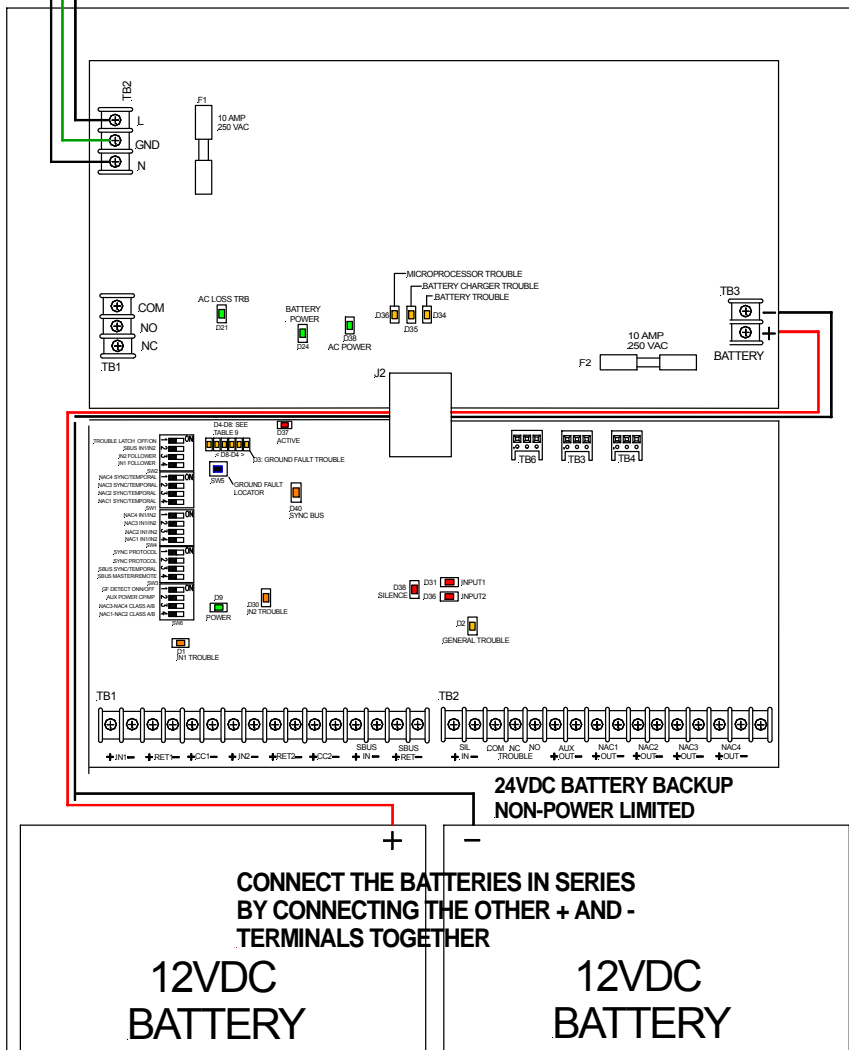
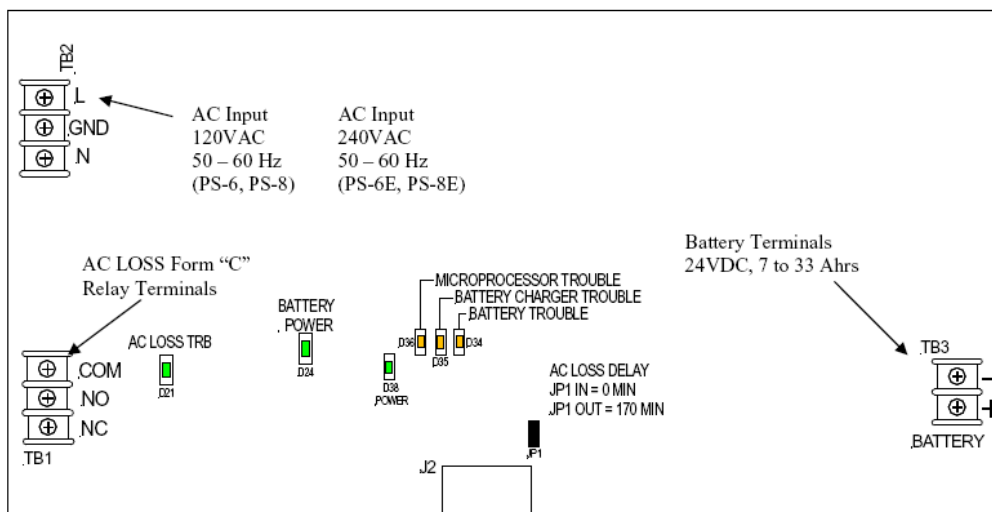
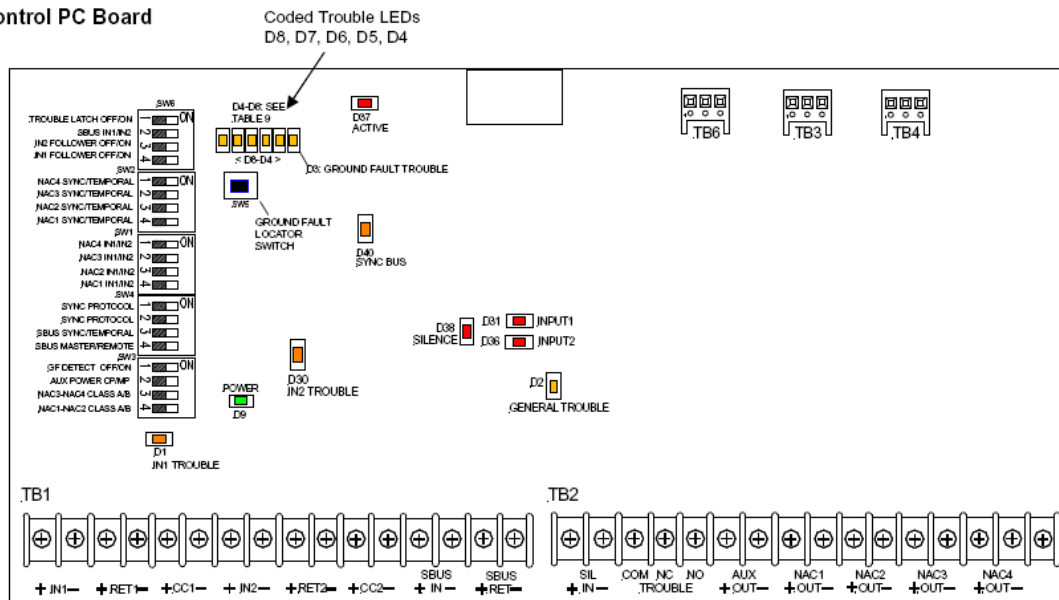
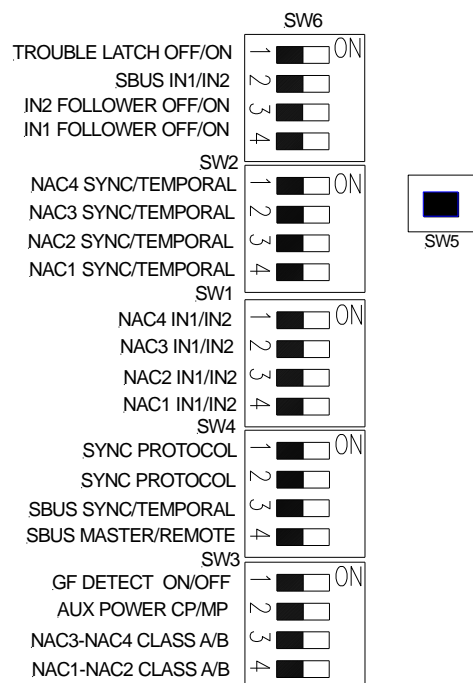

Рис.3: Размещение электропроводок основного и резервного питания
Рис. 4: Печатная плата модуля питания/зарядного устройства
Рис.5: Общий вид печатной платы контроллера
Рис. 6: Переключатели на печатной плате контроллера
Установите переключатели и подключите внешние электропроводки к прибору. Расположение разъемов на плате модуля питания/зарядного устройства показано на Рис.3 и Рис.4. Расположение разъемов на плате печатной плате контроллера показано на Рис.5.
| Обозначение (Рис. 6) | Идентифицирующая надпись | Функция/Описание |
| Обозначение разъема (Рис. 6) | Идентифицирующая надпись | Функция/Описание |
Внешний вид групповых DIP-переключателей, расположенных на печатной плате контроллера, и их установки показаны на Рис.6.
2. Расположение переключателей на печатной плате контроллера показано на Рис. 5. Вид переключателей показан на рис. 6. Описание каждого переключателя приведено в Таблице 3.